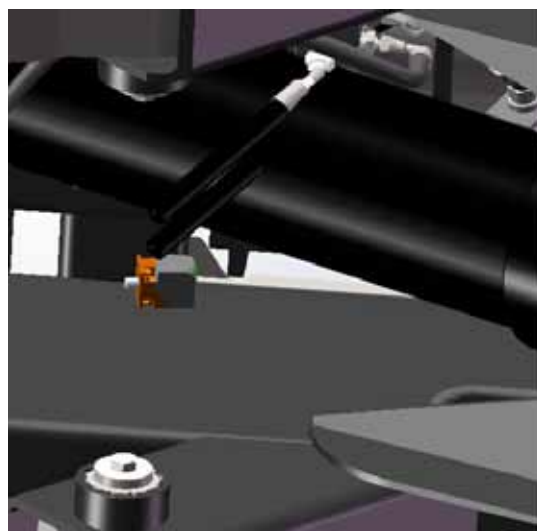

Fig1 Placering induktions givare (vy under vagnen)
- Kontrollera induktions givare (se fig.1)